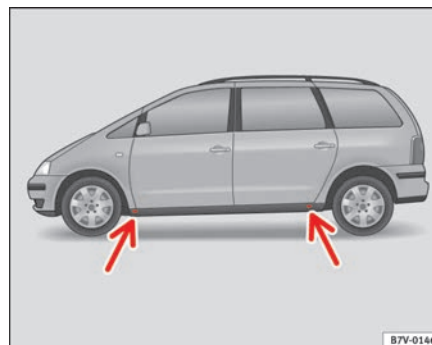

Abb. 159 Aufnahmepunkte für den Wagenheber
- Suchen Sie den Aufnahmepunkt ⇒ **Abb. 159** (Pfeil) für den Wagenheber ⇒ , der dem zu wechselnden Rad am nächsten liegt.
Der Wagenheber darf nur an den gezeigten Aufnahmepunkten angesetzt werden ⇒ **Seite 249, Abb. 159**. Der vordere Aufnahmepunkt liegt ca. 11 cm, und der hintere Aufnahmepunkt ca. 14 cm vom Radausschnitt entfernt. Einkerbungen auf beiden Seiten im Schweller kennzeichnen den entsprechenden Aufnahmepunkt unter dem Fahrzeug.